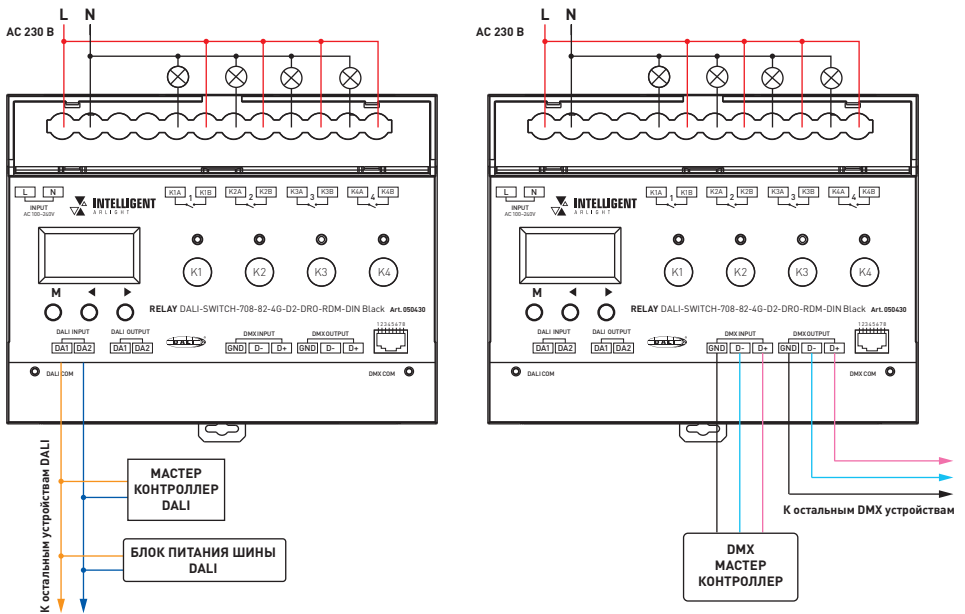

Рис. 2. Схема подключения релейного модуля при коммутации AC 230 В
- 3.2. Подключите релейный модуль в соответствии со схемой на рис. 2.